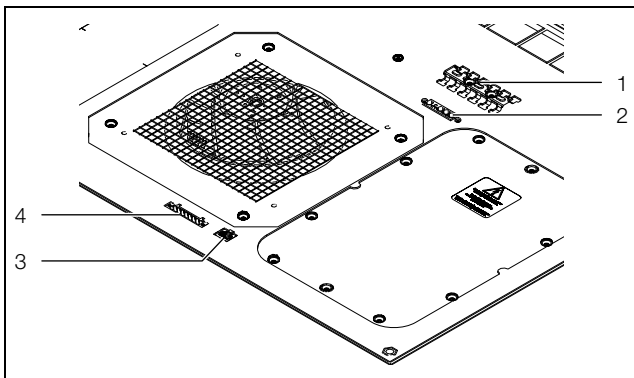

Fig. 13: Conexões no lado de baixo do condicionador de ar para montagem no teto
- O contato da blindagem do cabo pode ser feito na guia para cabos (fig. 13, item 1).